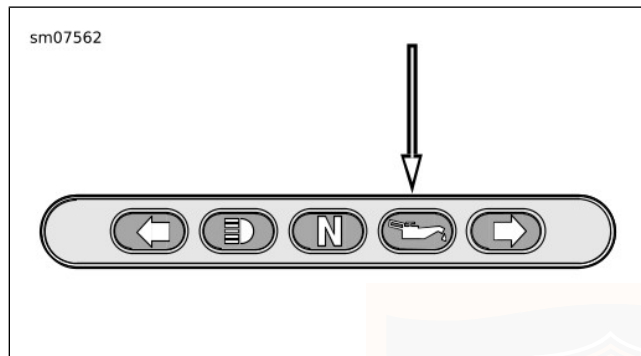

Figura 39. Spia della pressione dell'olio
3. Vedere Figura 39. Verificare la pressione dell'olio.